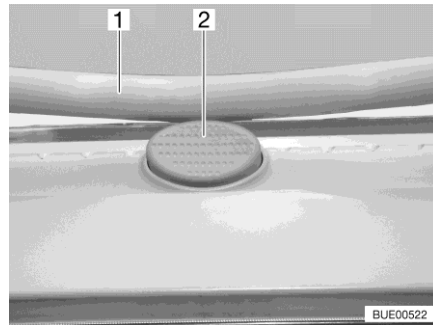

Bild 107 Låsknapp (Heki-taklucka)
- Tryck på låsknappen (Bild 107,2) och dra ner bygeln (Bild 107,1) med båda händerna.
- Tryck bygeln uppåt med båda händerna tills bygeln ligger ovanför låsknappen (Bild 107,2).